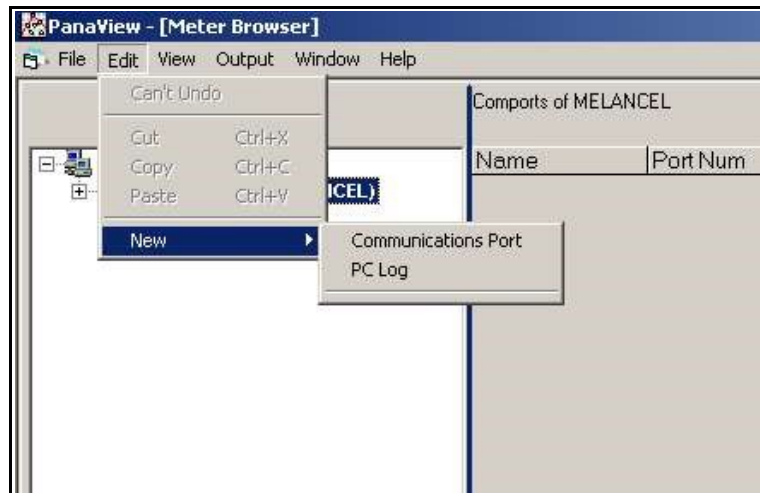

Figure 32: menu Edit (Édition)
4. Cliquez sur l'option de menu *New* (Nouveau) pour la sélectionner. Un sous-menu apparaît alors avec deux options (voir *Figure 32* ci-dessous).